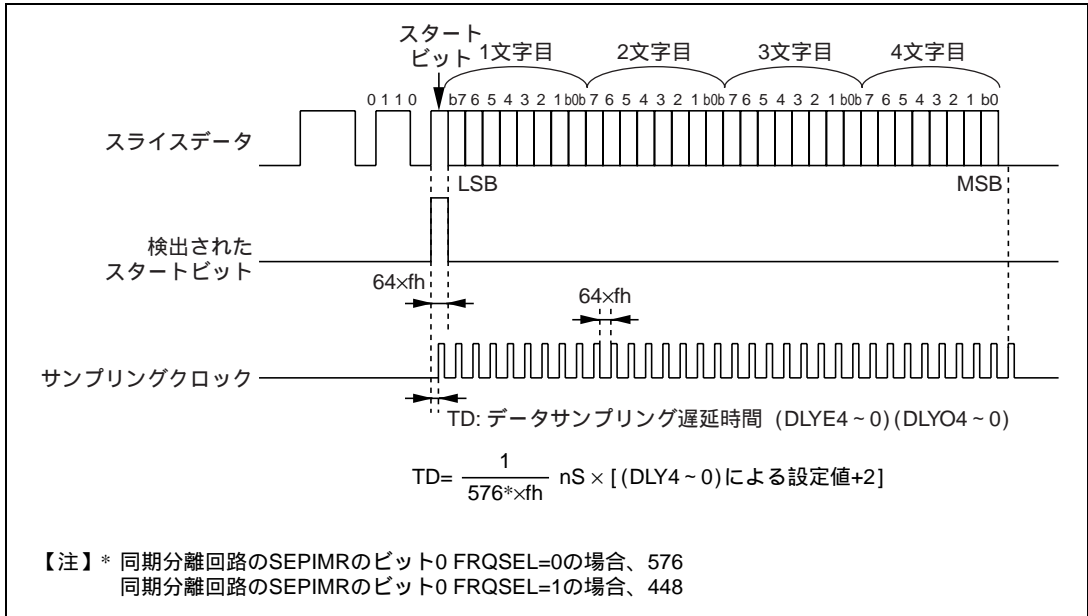

図 28.13 DSL32B ビットを 1 にセットした場合のサンプリングクロック
スタートビットの立ち上がりエッジが検出された後、DLYE4~0 (DLYO4~0) で設定された時間 (TD) から $64 \times f_{in}$ ごとにサンプリングクロックが発生します。サンプリングクロックは、スタートビット検出用、スライスデータ用、エンドデータ検出用に全部で 34 発出力されます。サンプリングクロックの発生タイミングは図 28.13 を参照してください。